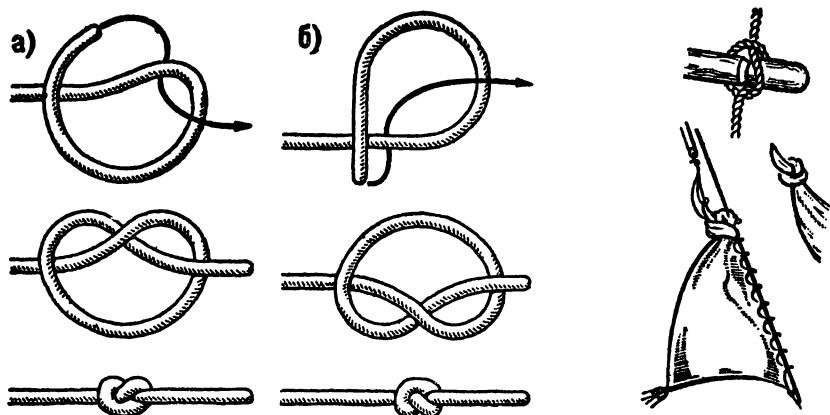

Рис. 1. Простой узел:
**Простой узел** (рис. 1). Это самый простой из всех известных узлов. Чтобы завязать его, надо ходовым концом троса сделать полуузел за его коренной конец. Его можно завязать на конце или на средней части троса. Для этого ходовой конец троса один раз обносят вокруг его коренной части и пропускают в образовавшуюся петлю. В зависимости от того, как он завязан, простой узел может быть левым (рис. 1, а) или правым (рис. 1, б).